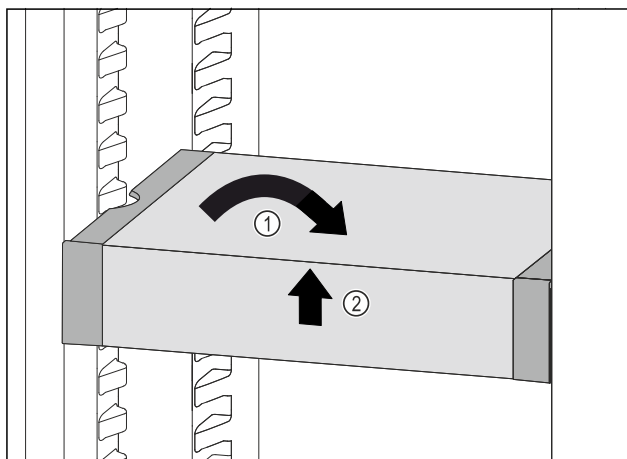

Fig. 72
- ▶ Установите VarioSafe прямо. Fig. 72 (1)
- ▶ Приподнимите VarioSafe спереди. Fig. 72 (2)